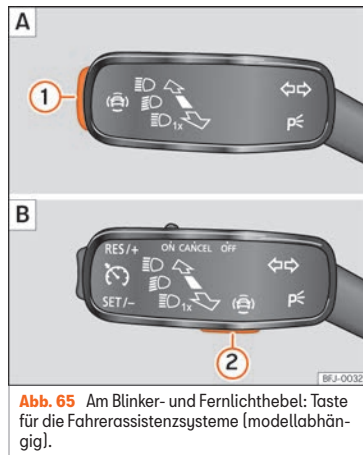

Abb. 65 Am Blinker- und Fernlichthebel: Taste für die Fahrerassistenzsysteme (modellabhängig).
- Taste » Abb. 65 **1** oder **2** kurz drücken, um das Menü **Assistenten** aufzurufen.